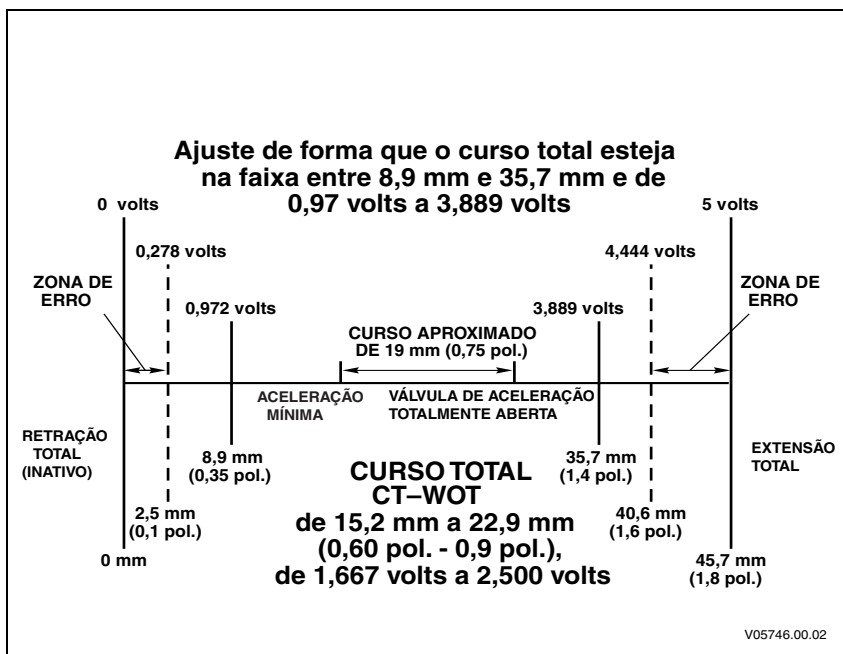

Figura 5-5. Diagrama de determinação da posição do estrangulador
- As posições da válvula de aceleração total e marcha lenta não estão dentro de uma área de erro (consulte a Figura 5-5).